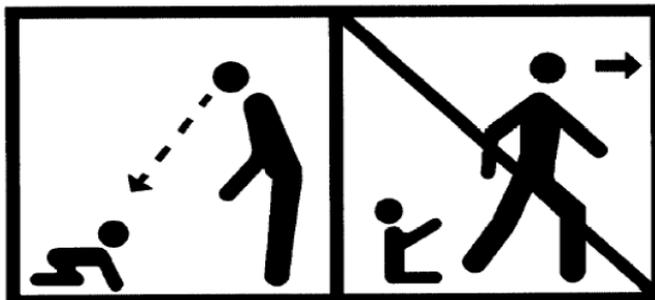

Figure 1. Exemple de pictogramme soulignant le devoir de surveillance des parents
- La présence d'un parent et/ou d'un adulte responsable est indispensable lorsque le bassin est ouvert. Apposez le pictogramme soulignant le devoir des adultes de surveiller les jeunes enfants. Un exemple de pictogramme est présenté en Figure 1.